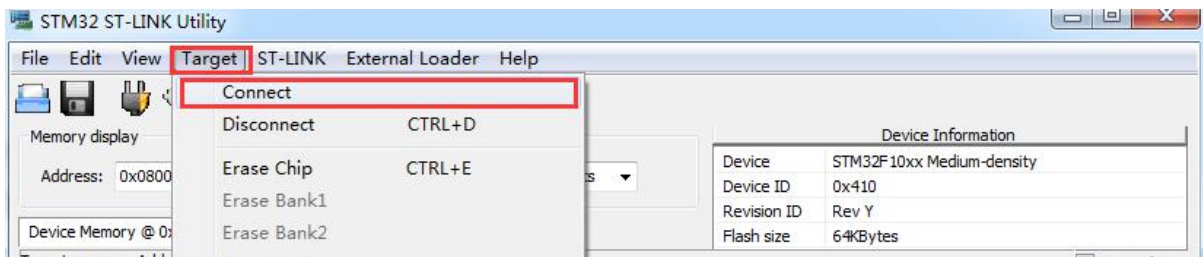
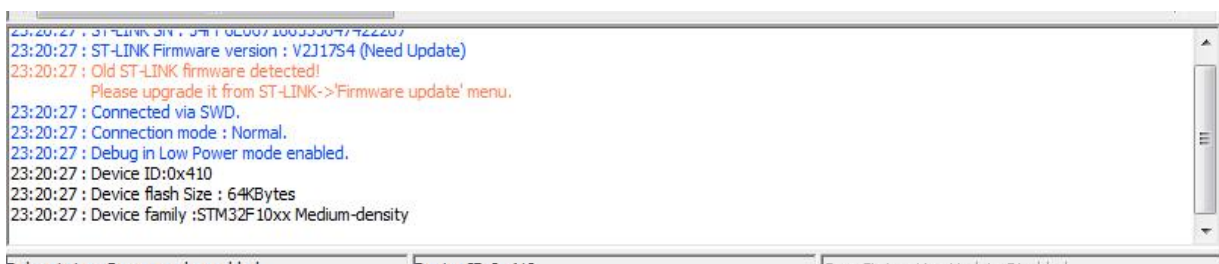

图 19
图 20
2.3.3、运行软件和配置：打开“STM32 ST-LINK Utility”软件，在菜单栏中找打菜单项“Target”，点击子菜单“connect”，如果连接成功会在软件的下方的状态栏输出如下信息：如图 19、图 20